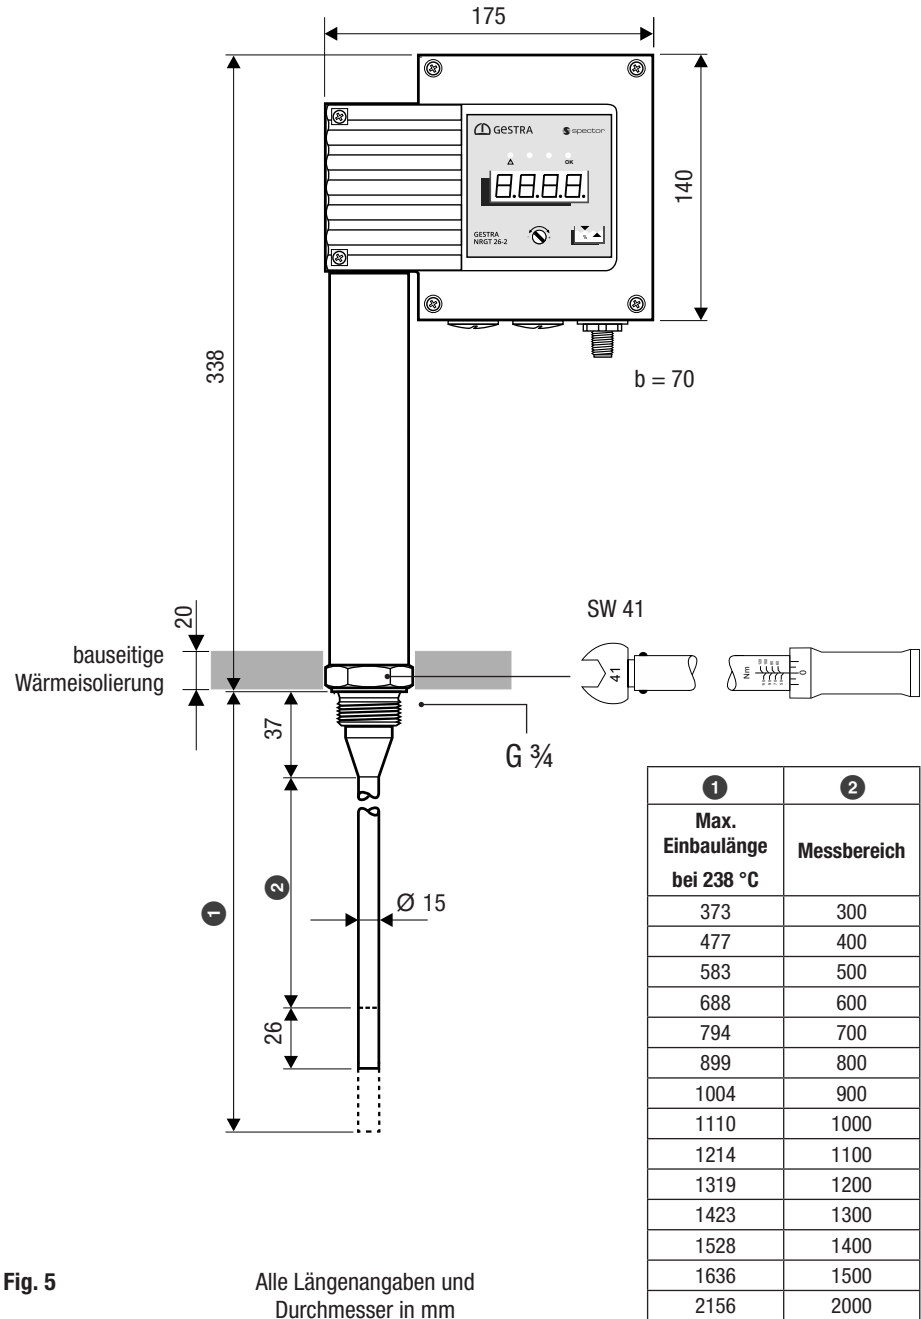

Fig. 5
- NGRT 26-2n Gewinde G $\frac{3}{4}$ A, EN ISO 228-1, siehe Fig. 5